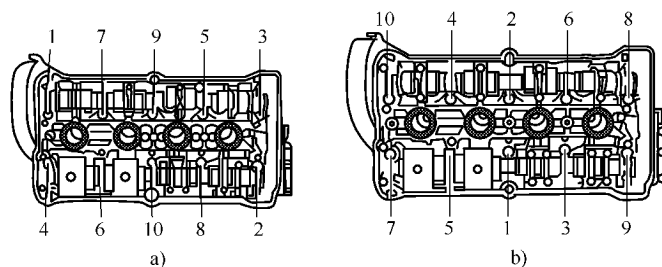

图 2-2 缸盖螺栓的拆卸和拧紧顺序
(1) 拆卸铝缸盖气缸盖螺母一定要在发动机冷却后进行, 在热机状态下拆卸缸盖螺栓 (部分发动机为螺母), 气缸盖冷却后, 会由于缸盖和缸盖螺栓冷却后的收缩力不同, 会发生挠曲变形, 造成缸盖报废。
(2) 拆卸顺序从缸盖两端对角逐渐向中间进行, 螺栓分两次拧松, 对于内六角或外六角螺栓必须使用专用套筒头, 见图 2-2。